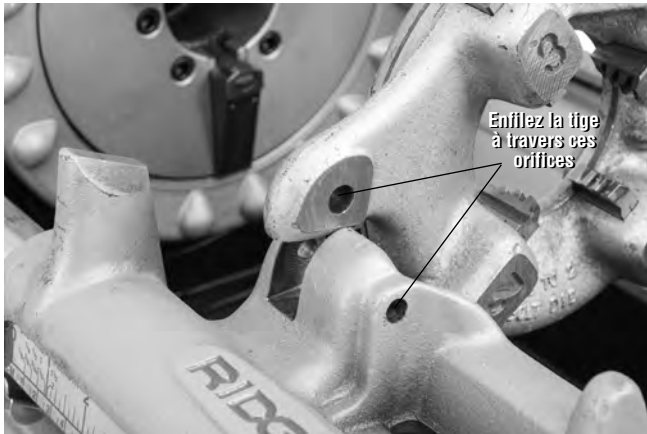

Figure 26 – Fixation de la tête de filière à gauche
3. Enfoncez une tige $\text{\O} \frac{5}{16}$ " de 2 pouces de long à travers l'orifice du bâti du chariot, puis celui de la tête de filière à gauche (Figure 26).